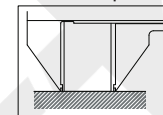

Fig.2
---Le pied à coulisse vertical est mis à zéro sur la plaque (Fig.2). La mâchoire du vernier vertical et les mâchoires du vernier horizontal sont en contact avec la plaque, appuyez sur le bouton '0' pour mettre à zéro.